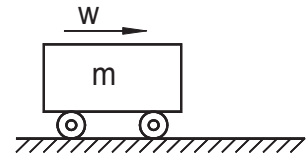

Abb. 1.2
- Ein Körper der Masse m wurde durch eine Kraft F auf die Geschwindigkeit w^* beschleunigt (Abbildung 1.2). Wie groß ist jetzt seine kinetische Energie (Formel)?